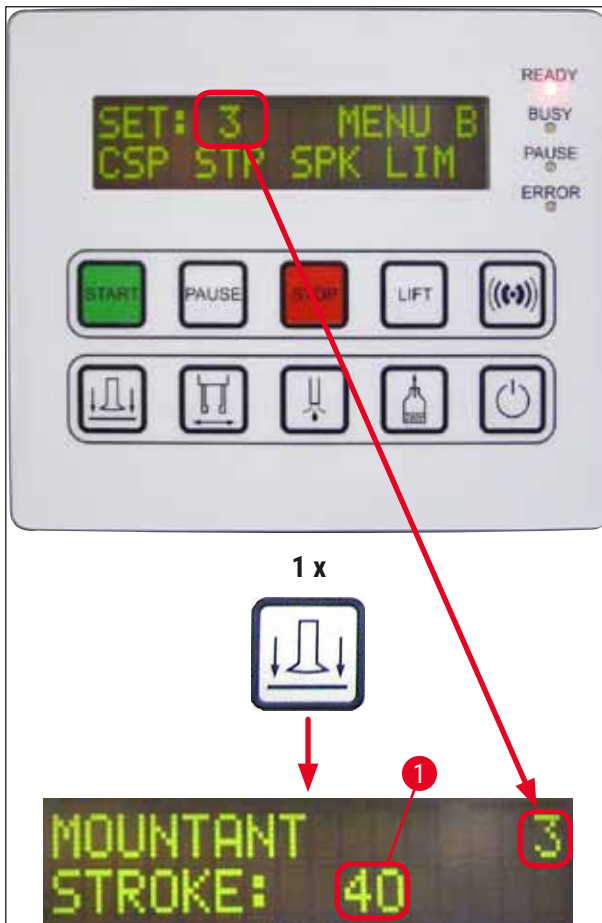

Fig. 40
1. Hvis du vil ændre længden af dækglasmediepåføringen (**STK**), skal du trykke på knappen **RELEASE COVERSLIP** (FRIGIV DÆKGLAS) (→ Fig. 40).